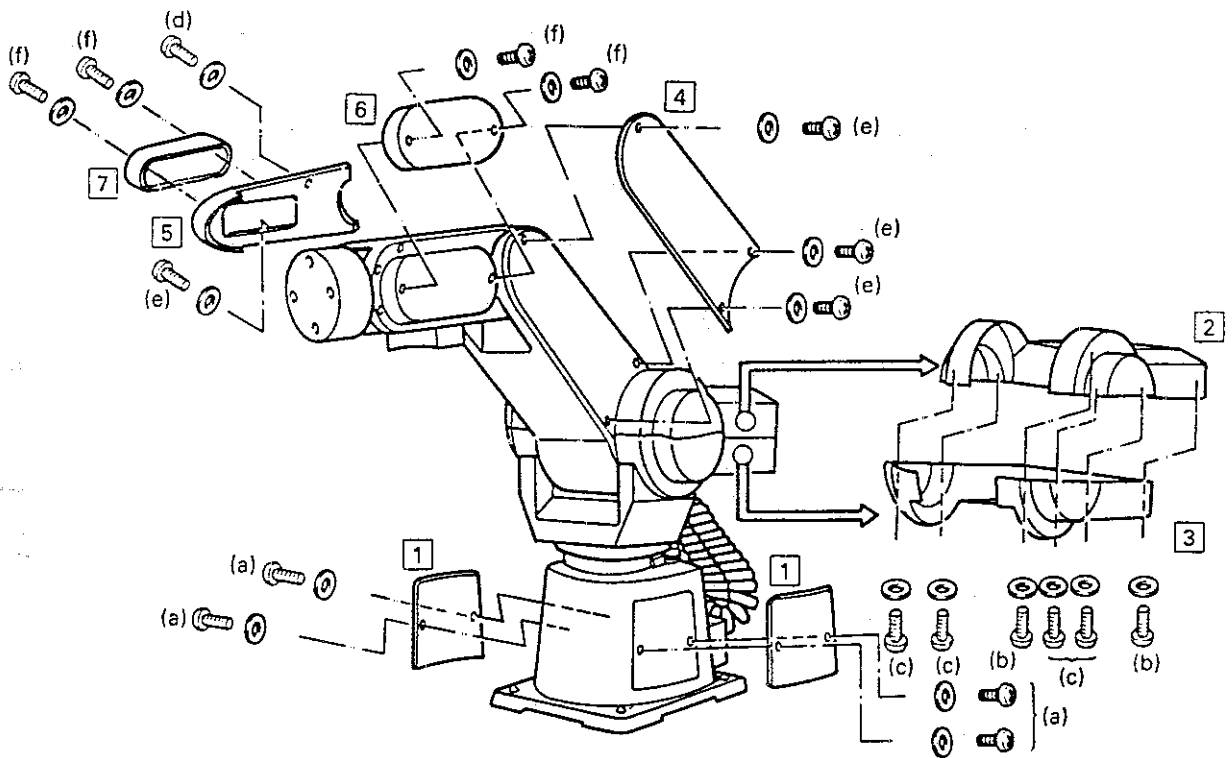

Abbildung 4.3.2 Entfernen des Gehäuses
- (1) Bei Wartungsarbeiten am Roboter ist entsprechend Abbildung 4.3.2 das Gehäuse zu entfernen.
- (2) Die folgenden Tabellen führen die Bezeichnungen der einzelnen Teile des Gehäuses und alle Befestigungsschrauben auf.
- (3) Sollte sich ein Gehäuse schwer entfernen lassen, so kann dies an der Stellung des Roboters liegen. Ändern Sie die Position so, daß das Gehäuse leicht entfernt werden kann.
- (4) Das Gehäuse wird in umgekehrter Reihenfolge der Demontage wieder zusammengebaut.